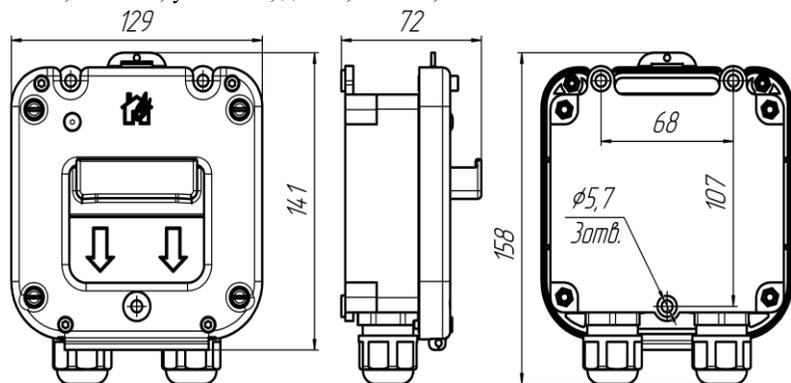

Рис.3. Габаритные размеры устройства
2.5. Конструктивно устройство состоит из пластикового корпуса, основание которого с электронным блоком закрепляются на стене помещения. Затем лицевая панель с приводным элементом шурупами крепится к основанию. Корпус устройства по требованию заказчика может быть оборудован герметичными пластиковыми кабельными вводами для подведения проводников диаметром от 6 до 14мм или от 11 до 17мм, герметичными вводами МКВ (см. таблицу) из нержавеющей стали марки 12Х18Н10Т, предназначенными для различных вариантов прокладки кабеля количеством 2 шт. Элементы конструкции устройства показаны на рис.1. Габаритные размеры устройства показаны на рис.3.